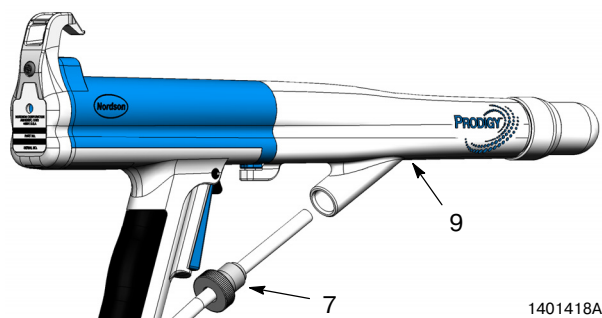

Рис. 1 Отсоединение порошкового шланга
1. См. рис. 1. Вывернуть фиксирующую втулку (7) и вынуть порошковый шланг из переходника (9).
6. См. рис. 1. Вставить порошок в шланг в переходник до конца. Плотно ввернуть фиксирующую втулку в переходник, чтобы закрепить шланг.